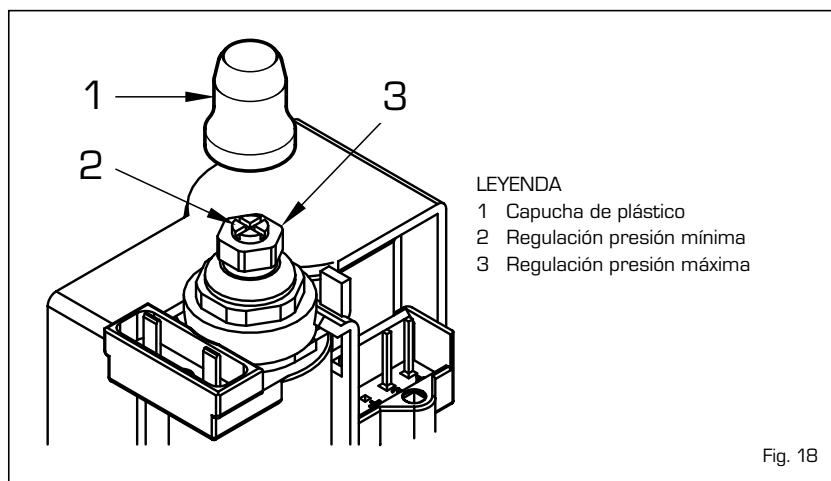

Fig. 18
4.1 VALVULA GAS (fig. 18)
La caldera está suministrada con válvula de gas SIT 845 SIGMA (fig. 18). La válvula gas es regulada para dos valores de presión: máximo y mínimo, que corresponden, según el tipo de gas, a los valores indicados en la **Tabla 7**. La regulación de las presiones del gas para los valores máximo y mínimo se lleva a cabo por SIME durante la producción, y por eso aconsejamos no variarlo. Sólo en caso de transformación de un gas de alimentación (metano) para otro (butano o propano) se permitirá la variación de la presión de trabajo.
proceder del modo siguiente (fig. 18):